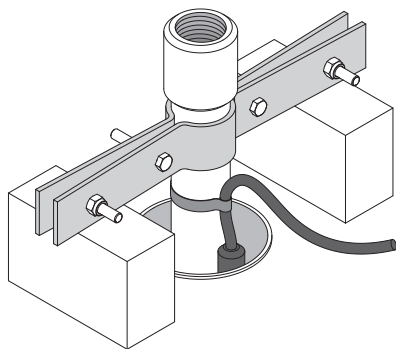

Fig. 7.5 - Se side 401 for detaljer
- Det tilrådes først at tilslutte en kort rørlængde til pumpens afgangsport og fastgøre strømkablet til det. I den anden ende, under muffen eller koblingsflangen, skal du fastgøre et støttebeslag (fig. 7.5).